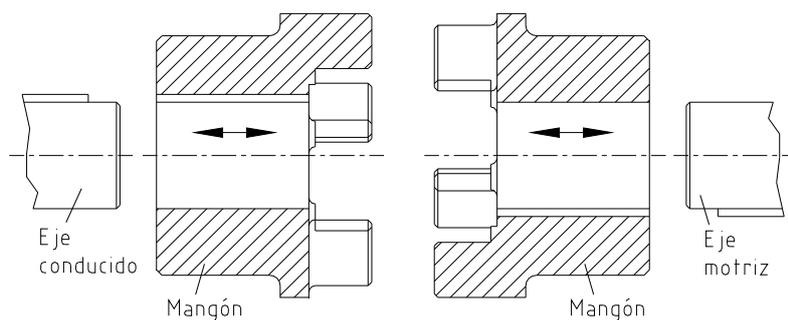

Figura 10: Montaje de los mangones
- Monte los mangones en el eje del lado motor y del lado conducido (ver figura 10).